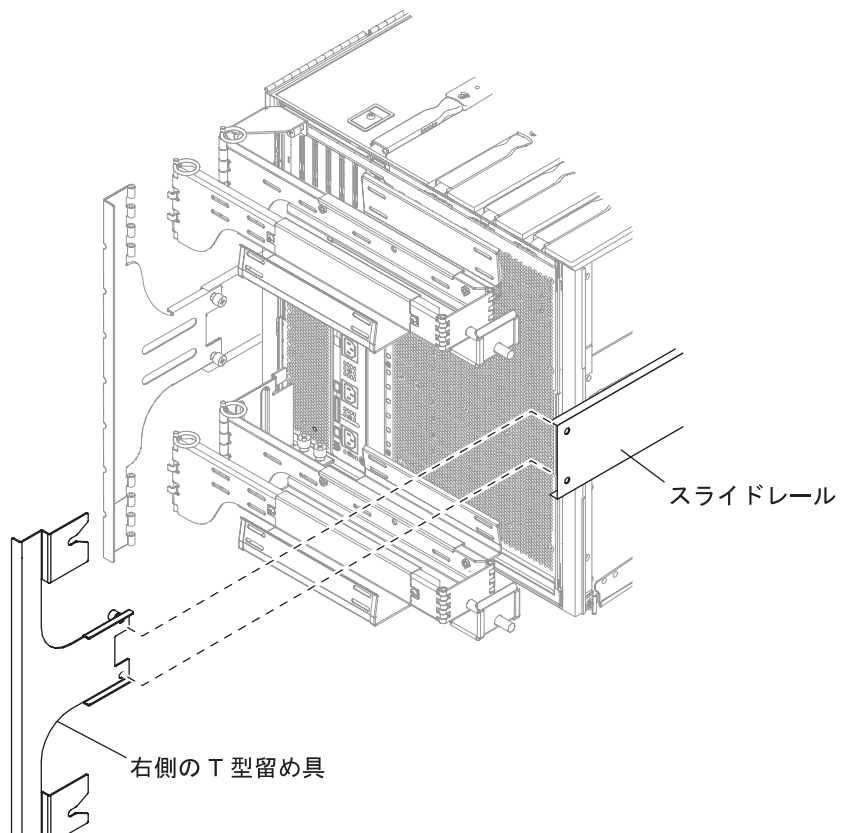

図 14-11 右側の T 型留め具の取り付け
9. 2本の脱落防止機構付きねじを使用して、右側のT型留め具を右側のスライドレールに固定します(図14-11)。